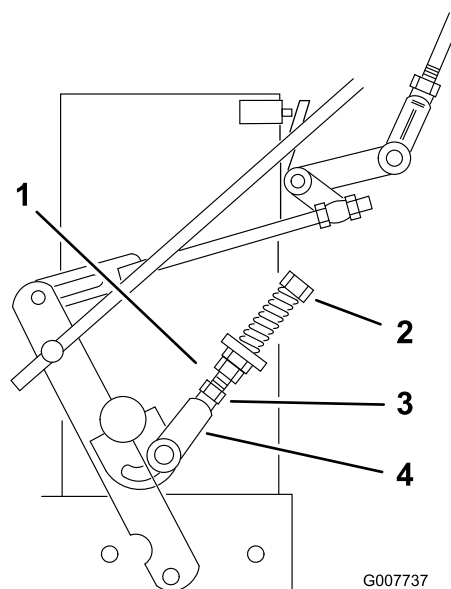

Bild 31
Neutral-Steuergestänge eingestellt werden (Bild 31). Wenn das Rad stoppt, gehen Sie auf Schritt 12.
10. Lösen Sie die Mutter gegen den Neutral-Steuergestängebügel (Bild 31).
11. Stellen Sie das Neutral-Steuergestänge ein, bis sich das entsprechende Antriebsrad nicht mehr dreht, wenn der Antriebshebel gegen die Neutral-Feder (Neutral-Stellung gezogen wird (Bild 31)).
12. Drehen Sie die Einstellschraube um ca. eine Viertelumdrehung nach rechts, wenn sich das Rad rückwärts dreht, oder drehen Sie die Schraube um ca. eine Viertelumdrehung nach links, wenn sich das Rad vorwärts dreht (Bild 31).